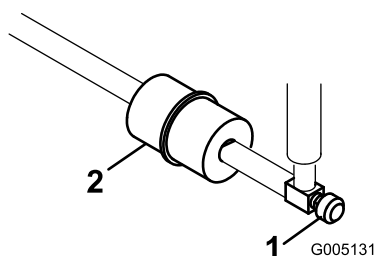

Figura 47
Existe um filtro no interior da tubagem de combustível, situado entre o depósito de combustível e o carburador (Figura 47). Certifique-se de que a seta existente no filtro se encontra dirigida para longe do depósito de combustível.
1. Feche a válvula de bloqueio do combustível, liberte o dispositivo de fixação da mangueria que se encontra no carburador, na zona do filtro e retire a tubagem de combustível do filtro (Figura 47).
2. Coloque um recipiente de drenagem debaixo do filtro, liberte os restantes dispositivos de fixação e retire o filtro (Figura 47).